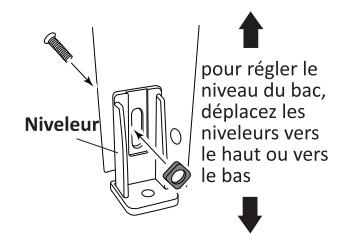

Fig. 3
- Montez le «niveleur» sur chaque pied : notez qu'il y a deux trous dans le bas du pied à des emplacements différents. Sélectionnez le trou approprié qui permettra d'accéder à la tête de vis une fois que le bac est à l'emplacement désiré. Fixez le nivelleur à l'aide d'un boulon de $\frac{1}{4}$ po (0.63 cm) et d'un écrou, puis serrez-le à la main (NE SERREZ PAS excessivement à cette étape) (voir la fig. 3).